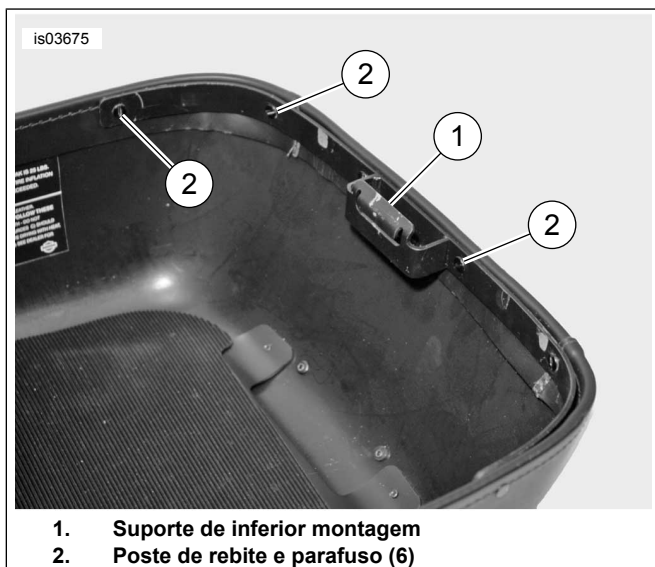

Figura 3. Instalação do suporte inferior de montagem
1. Veja a Figura 3. Posicione o suporte inferior de montagem (1) no lado interno da base da Tour-Pak. Prenda levemente o suporte inferior de montagem na base da Tour-Pak para afixá-la no local.
3. Instale o suporte inferior de montagem usando seis rebites e parafusos (2). Aperte os parafusos com firmeza.